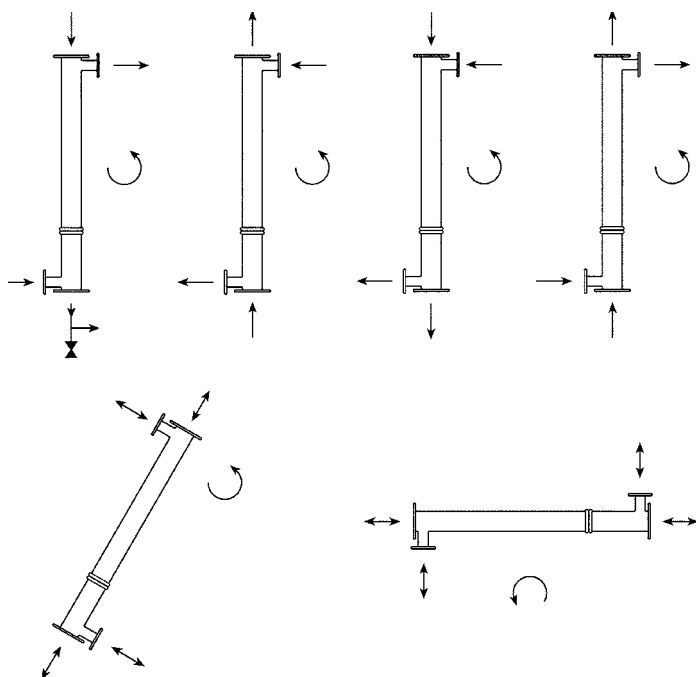

Fig. 4 - Posizionamento con liquidi in entrambi i circuiti (lato mantello e lato tubi)
4.4 Per le caratteristiche costruttive scelte, gli scambiatori di questa serie possono essere installati pressochè in ogni posizione e con ogni direzione del flusso secondario. Naturalmente è consigliabile il flusso contro corrente per massimizzare la resa, così com'è consigliato il posizionamento verticale per un minimo ingombro a terra. L'installazione verticale del fascio tubiero con flusso discendente nei tubi rende difficile il deposito di impurità al loro interno facilitando l'espulsione di sporcizia e detriti. In abbinamento a tale configurazione si può installare alla base dell'unità una efficiente trappola per impurità e sedimenti incrostanti. Nelle figure 4 e 5 sono indicati tutti i possibili posizionamenti.